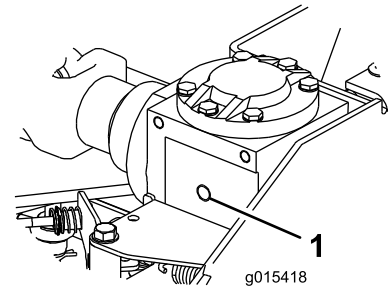

Figure 12
2. Retirez le bouchon de l'orifice de remplissage du réducteur et vérifiez le niveau d'huile (Figure 12).